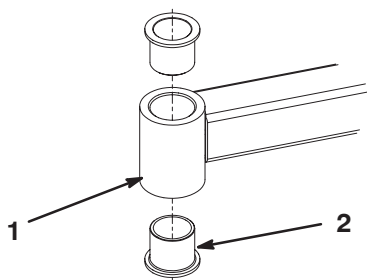

Figure 27
4. Insérez un chasse-goupille dans le haut ou le bas du tube de montage et chassez la bague hors du tube (Fig. 27). Chassez ensuite l'autre bague. Nettoyez l'intérieur des tubes de montage.